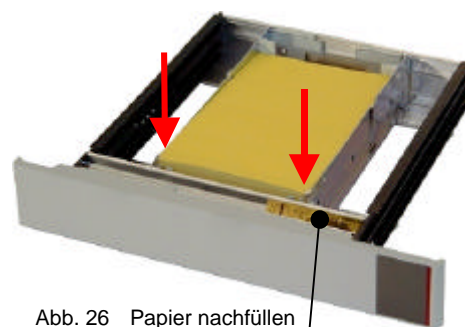

Abb. 26 Papier nachfüllen
- Stapel vorne so hinunterdrücken, dass sich alle Blätter unter den Separierecken befinden (Abb. 26)